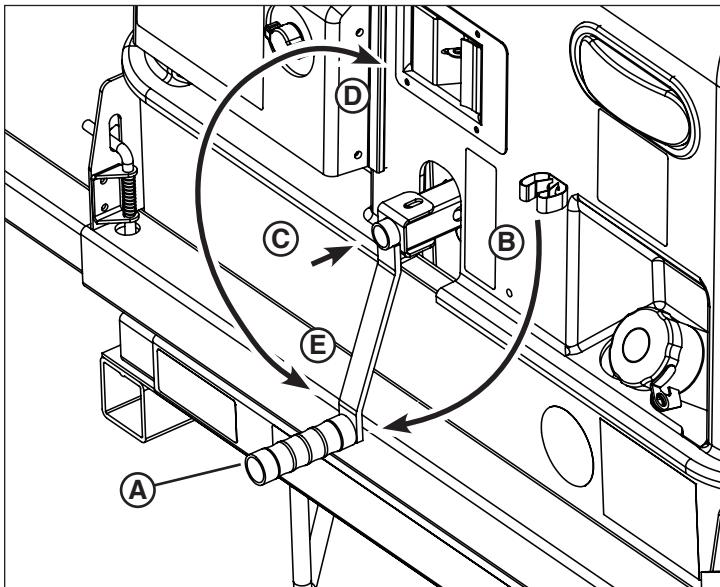

Figure 18
- Tourner la manivelle (**A**, Figure 18) hors de la position de transport (**B**) à la position de fonctionnement.
- Tourner la manivelle dans le sens horaire (**D**, Figure 18) jusqu'à ce que la tour soit complètement levée. Ne pas trop tourner la manivelle.
- tourner la manivelle dans le sens antihoraire (**E**, Figure 18) jusqu'à ce que la tour soit complètement abaissée. Ne pas trop tourner la manivelle.